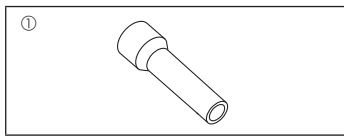

Fig. 1-1
1.6. Acessórios da unidade exterior (Fig. 1-1) (ZM200/250, M200/250)